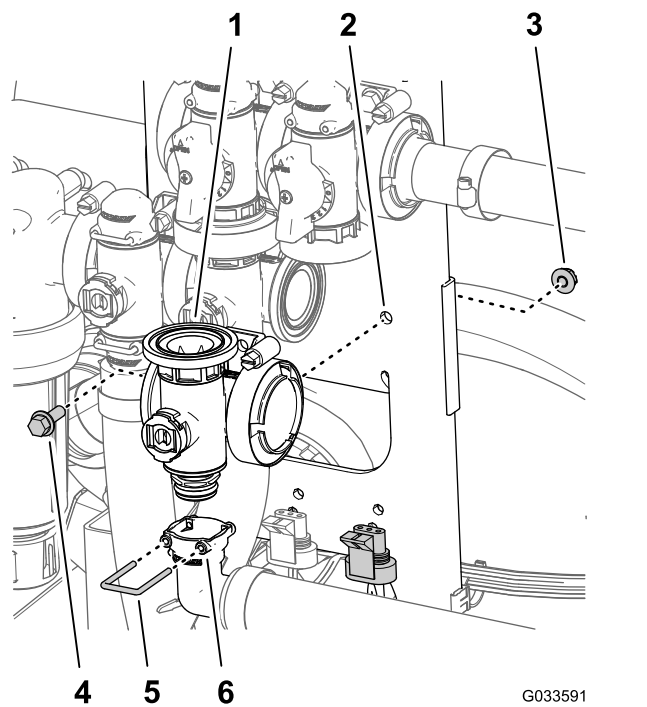

Figura 118
- Retire o retentor que fixa a união de saída de 90° ao coletor da válvula da rampa principal (Figura 118).
- Retire o parafuso de cabeça flangeada (¼ pol. x ¾ pol.) e porca flangeada (¼ pol.) que prendem a válvula da rampa principal à montagem da válvula e retire o coletor da válvula da máquina (Figura 118).